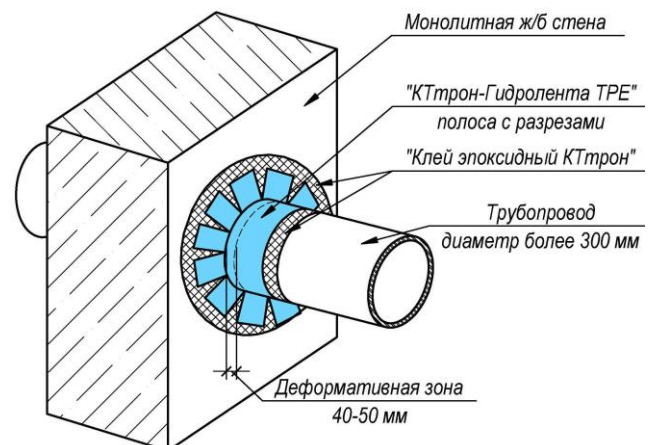

Рис. 6
- Приклеить лепестки ленты к стене на "Клей эпоксидный КТтрон" (Рис. 6).